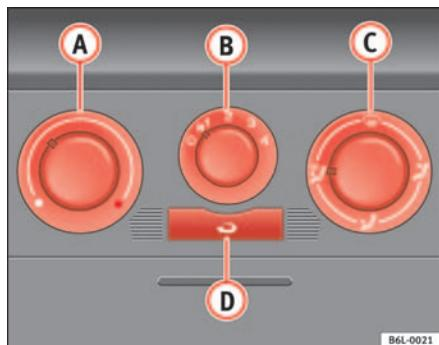

Fig. 83 Mando de la calefacción en el tablero de instrumentos
- Con los reguladores ⇒ fig. 83 (A) y (C) y con el mando (B) se regula la temperatura, la distribución del aire y la velocidad de la turbina.
- Pulse la tecla (D), para encender o apagar la recirculación de aire. Cuando la función está activa, la tecla se ilumina con una luz amarilla.